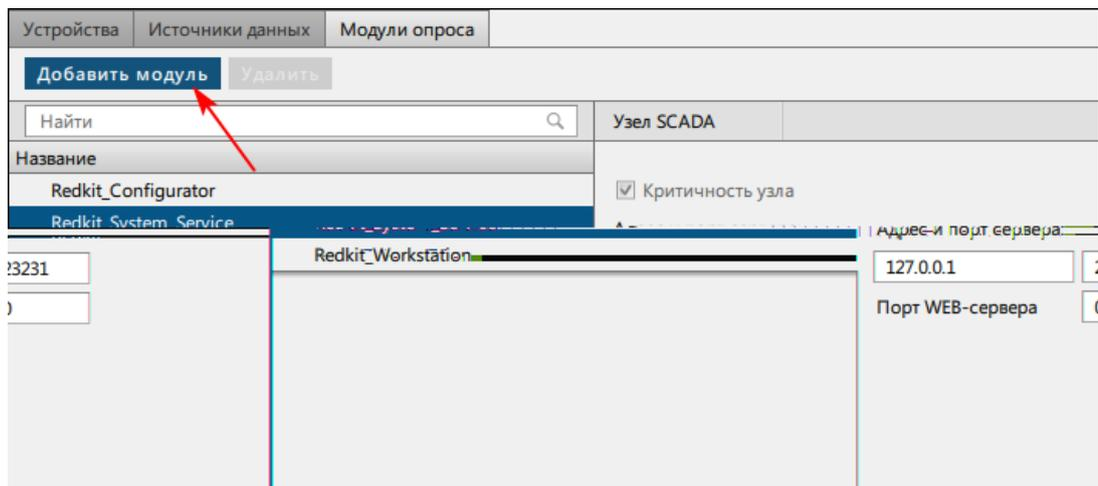

Рисунок 206 - Добавить модуль
13.На вкладке **Модули опроса** у сервисного узла(ов) (*Redkit\_System\_Service* или *Redkit\_Master* и *Redkit Slave*, в зависимости от типа конфигурации) нажмите **Добавить модуль** (Рисунок 206).